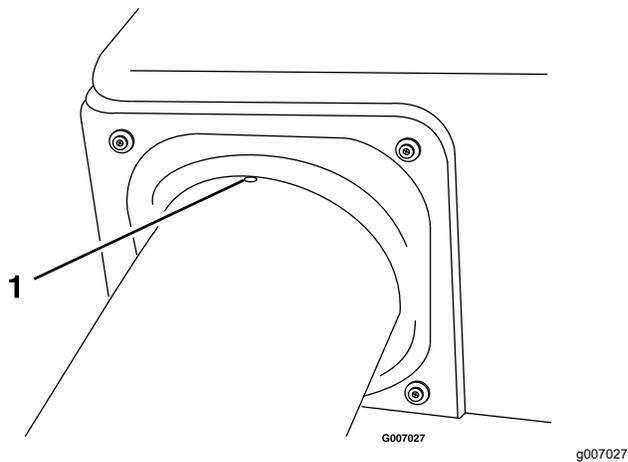

Figura 51
11. Compruebe que el resalte de Figura 51 está todavía en su lugar.